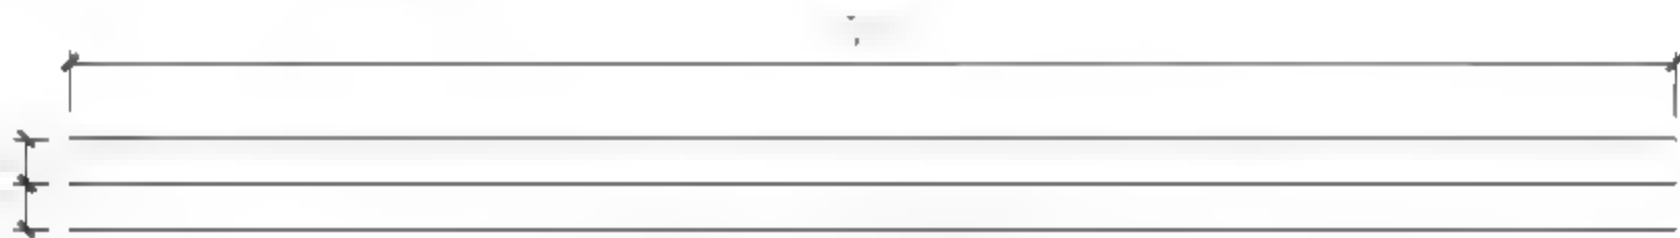

图11-22 绘制主线路
**01** 调用L【直线】命令，绘制水平直线；调用O【偏移】命令，偏移直线以完成主线路的绘制，结果如图11-22所示。